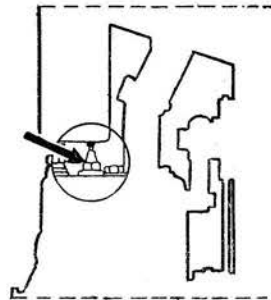

Рис. 3
5. Свечным торцевым ключом 26 мм с воротком вывернуть свечу (рис. 3). Свечу с прокладкой завернуть и поместить отдельно.